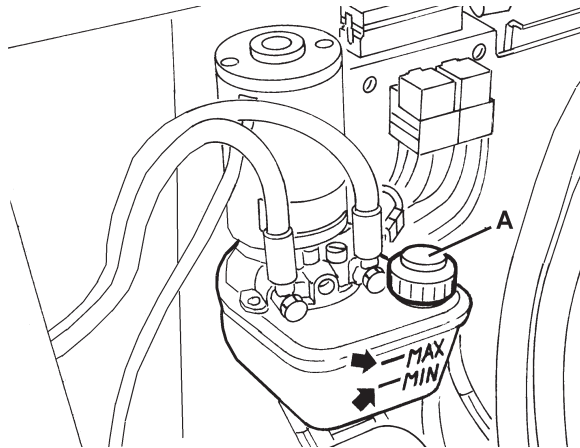

Figure 25
*Procédure à effectuer avec le conteneur déchets (4) complètement rentré (comme indiqué dans la figure).*
1. Activer le frein de stationnement au moyen de la pédale (75) et du levier (68).
2. Tourner la clé de contact (67) sur "0".
3. Ouvrir le coffre (22) et le bloquer au moyen de la tige de support (36).
4. Contrôler que le niveau d'huile dans le réservoir (35) est compris entre les repères de niveau minimum (MIN) et maximum (MAX) indiqués dans la Fig. 25.
5. Si besoin est, faire l'appoint au moyen du bouchon (A, Fig. 25) en utilisant l'huile spécifiée dans le paragraphe Caractéristiques techniques.
6. Enlever la tige de support (36) et fermer le coffre (22).